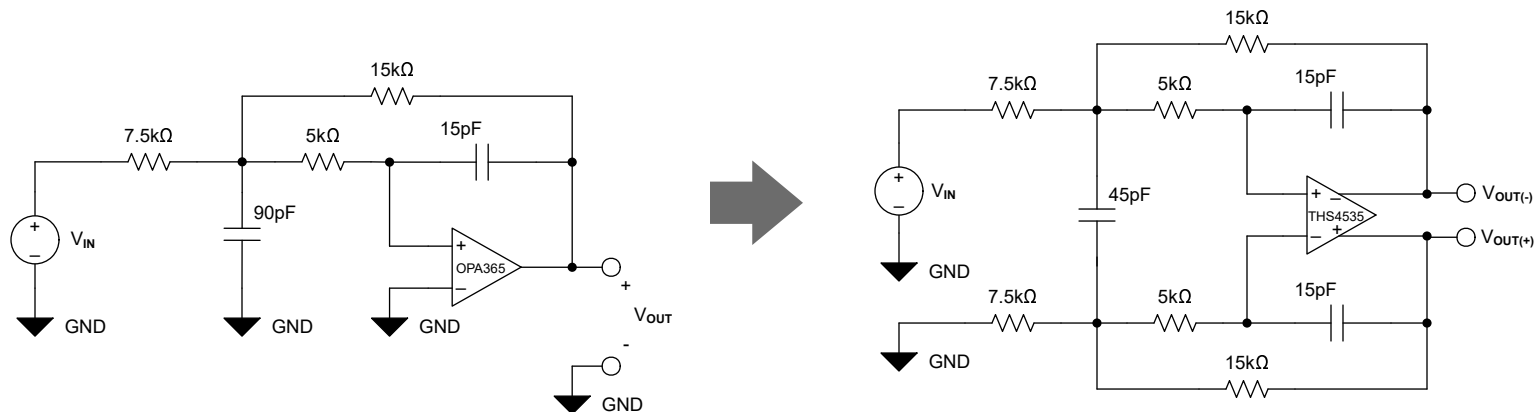

图 6. 500kHz、增益= 2V/V、低通滤波器原理图
两个标有 C2 的电容器可以使用公式 (1) 串联成一个无源元件，如图 6 所示。